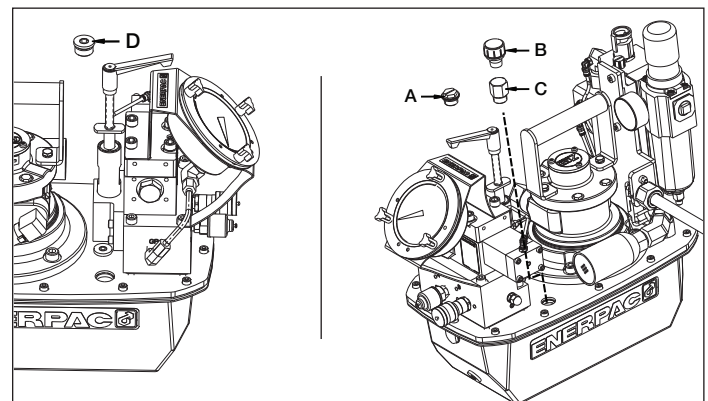

Рисунок 2 - пробка маслозаливной горловины и крышка сапуна
4.1. Крышка сапуна и пробка маслозаливной горловины (см. рисунок 2)
Перед пуском проверьте и, при необходимости, долийте масло, удалив из крышки заглушку SAE № 10 (см. рис. 2). Резервуар полон, когда уровень масла достигает верха смотрового стекла (рис. 4).
Перед пуском насоса проверьте уровень масла в нем; при необходимости долейте масло, сняв крышку заливной горловины. Перед доливкой масла в бак гидравлические динамометрические ключи должны быть полностью втянуты. См. рисунок 2.